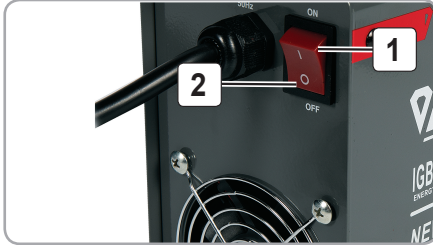

Fig.7
- Aparatul pornește prin conectarea cablului de alimentare la priză și apăsarea întrerupătorului în poziția Pornit; Fig 7 (1)
- Aparatul se oprește, apăsând întrerupătorul în poziția Oprit și deconectând cablul de alimentare de la priză. Fig 7 (2)